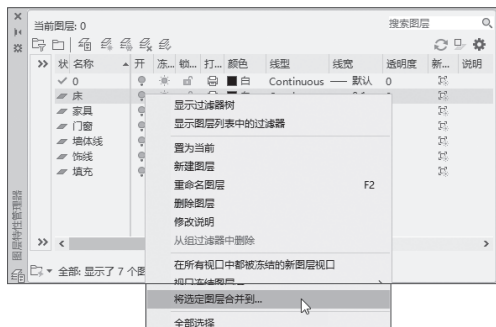

图 2-60
**步骤 03** 右击“床”图层，在弹出的快捷菜单中选择“将选定图层合并到”命令，如图2-60所示。